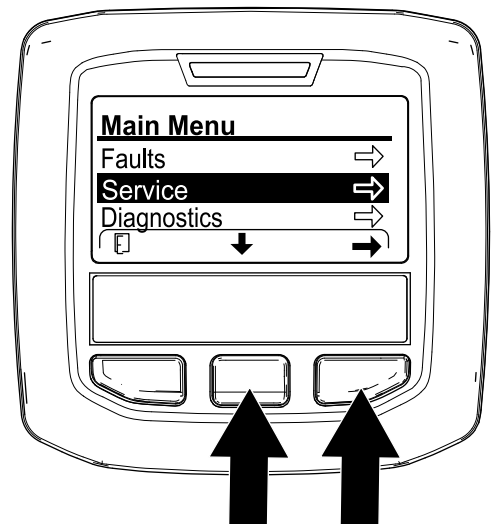

図 177
4. インフォセンターでメインメニューにアクセスする 図 177。